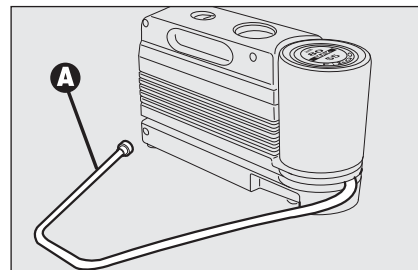
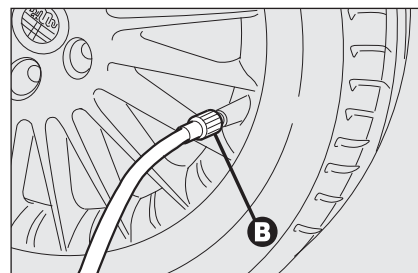

fig. 17
fig. 18
- dévisser le capuchon de la valve du pneu, enlever le tuyau flexible de remplissage **A-fig. 17** et visser la bague **B-fig. 18** sur la valve du pneu;